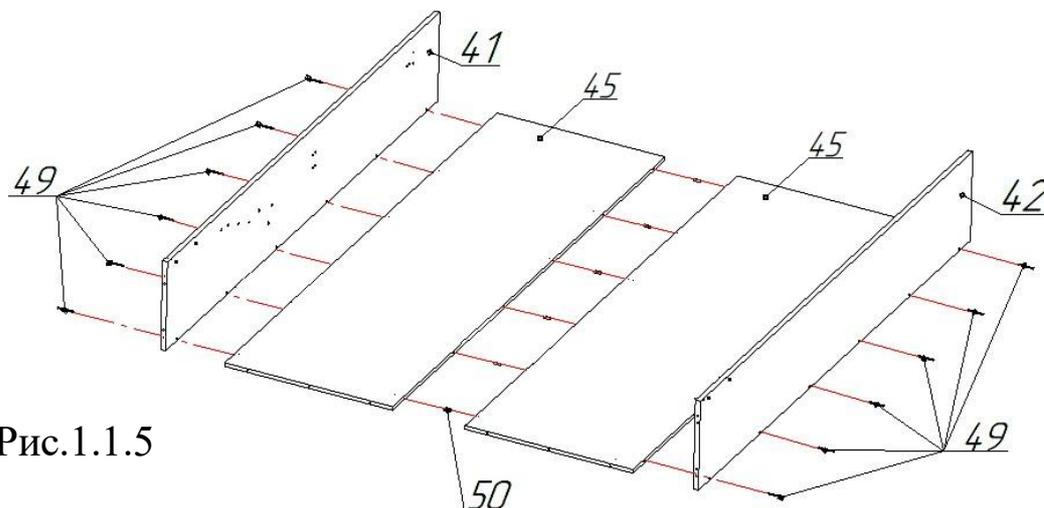

Рис.1.1.5
4. Состыковать стенки задние с помощью шкантов поз.50. Присоединить к стенкам задним поз.45 боковины поз.41 и поз.42 в соответствии с рис.1.1.5, используя винты-конфирматы поз.49.